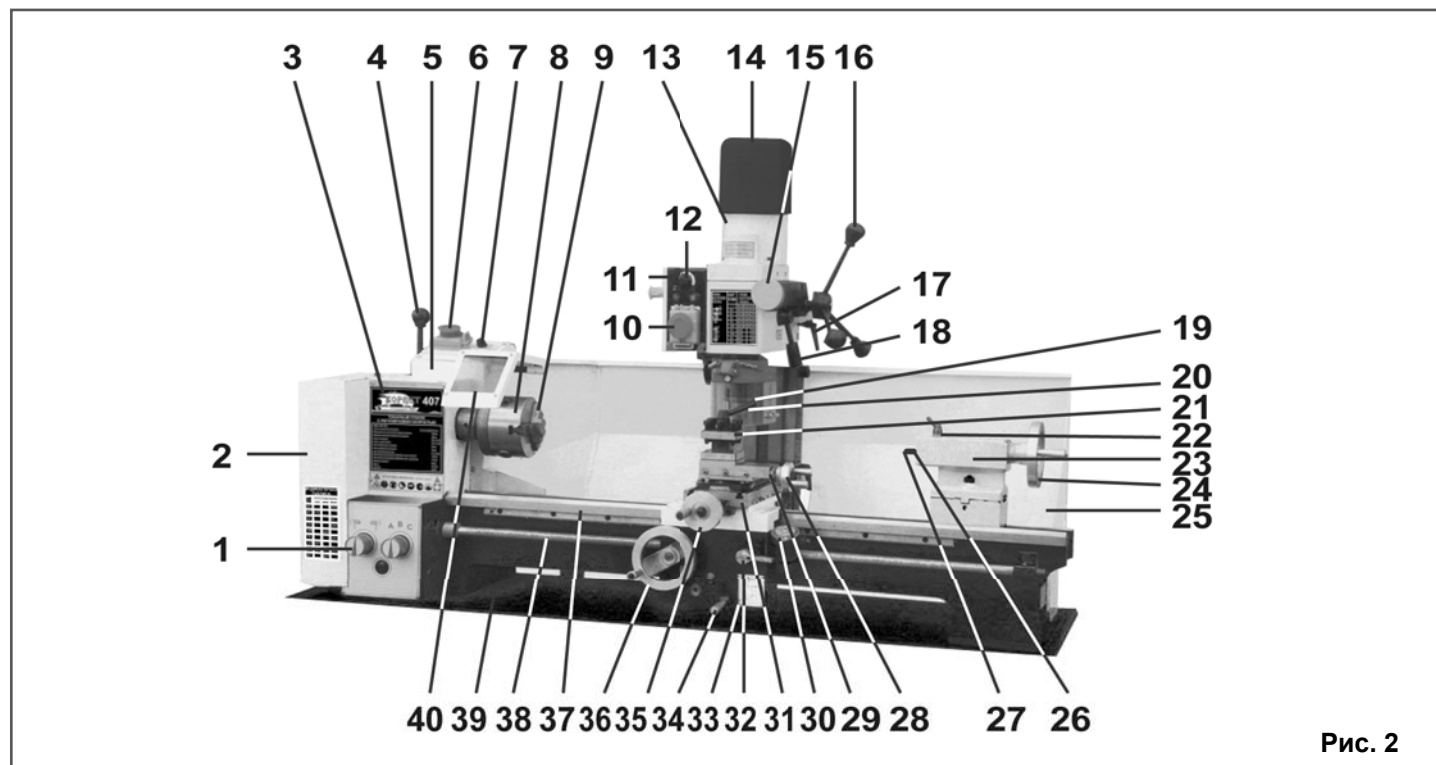

Рис. 2
7. УСТРОЙСТВО СТАНКА (Рис.2)
8.4. Установите и закрепите пластиковую ручку (Е), Рис.1, к маховику (35) подачи поперечного суппорта (31), Рис. 2.
8.6. В конус пиноли (26) задней бабки (23) вставьте центр Морзе №2 (27), Рис. 2.
8.7. Установите и закрепите ручку (Р), Рис. 1, на рычаг переключения скорости автоматической подачи (1), как показано на Рис. 2.
8.8. Установите и закрепите ручку (П), Рис. 1, на рычаге натяжения ремня (4), как показано на Рис. 2.